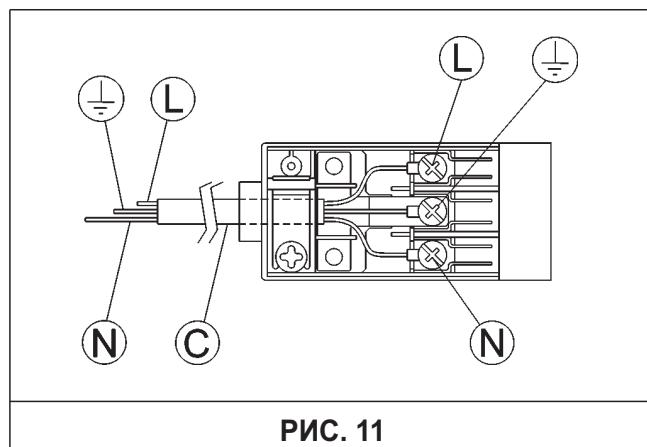

РИС. 11
- подсоединить к подводящему кабелю „С“ (рис. 11), соответствующую указанной на опознавательной табличке потребляемой мощности вилку, если таковая не предусмотрена в комплекте.
- Подсоедините провода, следя за соблюдением нижеприведенных соответствий (рис.11):